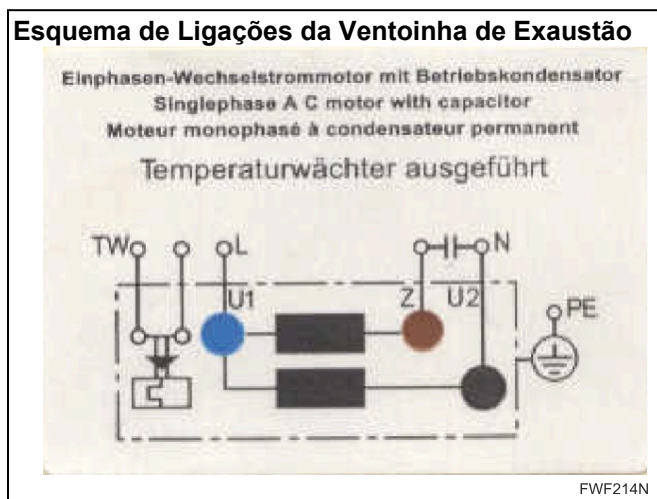

Figura 54
- O ventilador principal de exaustão é radial com pás dobradas para trás, e um motor integrado de indução monofásico. A proteção de temperatura está integrada na bobina do motor (consulte *Figura 54*).